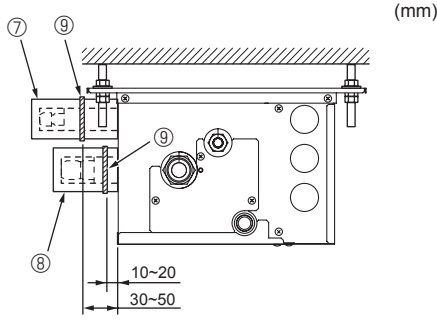

Fig. 7-5
- Ⓖ Boru kapakları ③ ④ ⑤ ⑥
► Şube kutusunun bir iç üniteye bağlanmayan kısımları için aşağıdaki prosedürü izleyin. (Fig. 7-5)
- (1) Soğutucu kaçaıklarını önlemek için geçme somunlarının Tablo 3'te belirtilen tork değerlerine\* göre sıkıldığından emin olun.